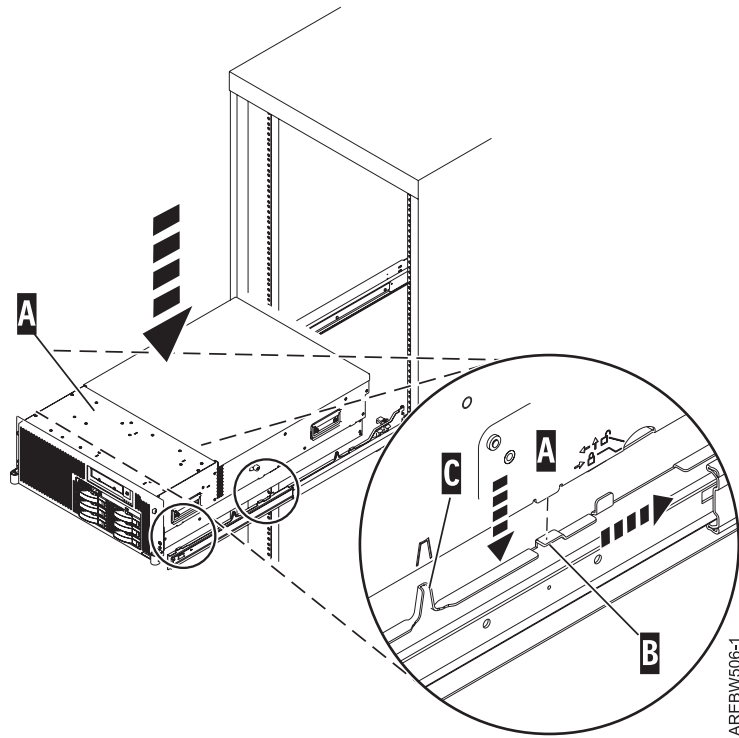

Figure 5. Installation du système sur les glissières
5. Déployez les glissières intérieures en les tirant vers l'extérieur. Elles doivent être tirées hors du cadre comme les glissières illustrées dans la figure 5, à la page 8.
8. Avec l'aide de trois personnes, saisissez les deux poignées situées de chaque côté du tiroir du système et placez le système sur la glissière intérieure. Alignez le taquet **A** sur la fente **B** comme indiqué par la flèche verticale pointillée sur figure 5, à la page 8. Faites glisser le système d'un centimètre vers l'arrière.